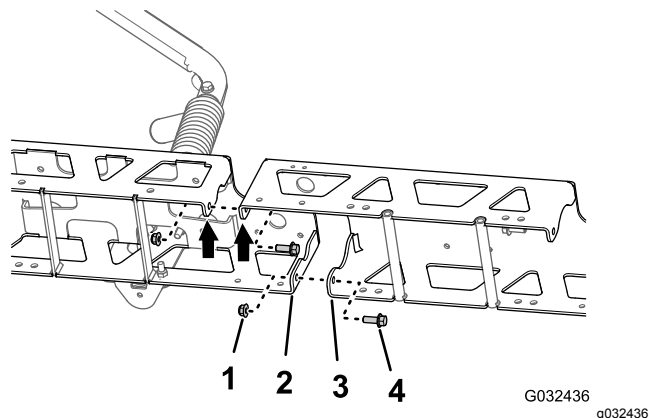

Figura 52
1. Alinhe os orifícios nas flanges verticais da extensão da rampa central com os orifícios na estrutura da armação (**Figura 52**).
2. Monte sem apertar a extensão da rampa central à estrutura da armação (**Figura 52**) com os 2 parafusos de cabeça flangeada (3/8 x 1 pol.) e as 2 porcas de bloqueio flangeadas (3/8 pol.) que retirou no passo 1 de Separar as armações da secção de pulverização central (página 25).
3. Alinhe os orifícios nas flanges verticais da extensão da rampa central com os orifícios na outra estrutura da armação (**Figura 52**).
4. Monte sem apertar a extensão da rampa central à outra estrutura da armação (**Figura 52**) com os 2 parafusos de cabeça flangeada (3/8 x 1 pol.) e as 2 porcas de bloqueio flangeadas (3/8 pol.) do kit de acabamento de sistema de pulverização GeoLink (**Figura 52**).